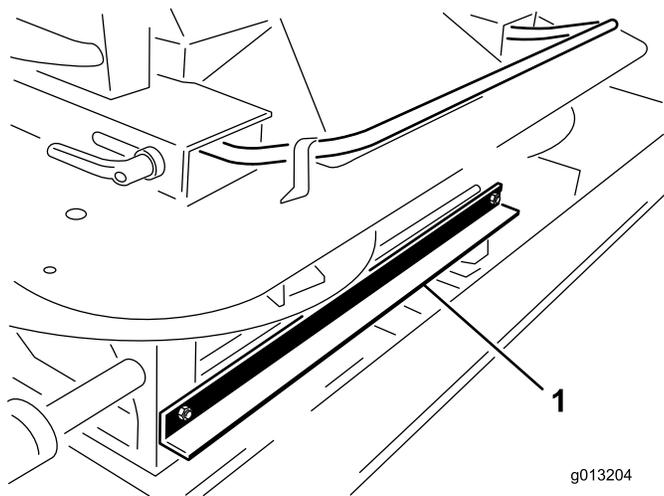

图4
3. 从双甩盘的前面，卸下将 ProPass 提升装置运输支架连接到双甩盘上的两个 1/4 x 3/4 英寸的螺栓和螺母（图4）。